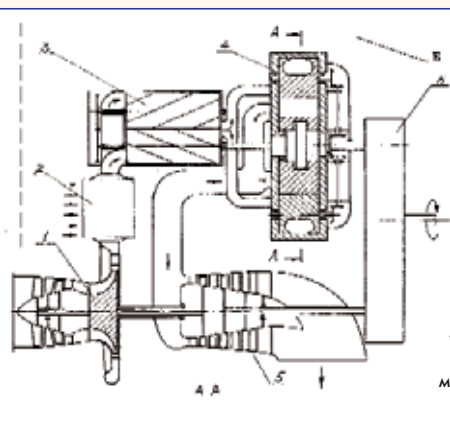

Рис. 10. ГТУ $V = const$:
Большой эффект может дать применение пульсирующего рабочего процесса ($V = const$) и в приводных ГТД. Однако его до сих пор не удалось реализовать из-за пониженного к.п.д. турбины, работающей в пульсирующем потоке газа. Эту проблему можно решить применением в ГТД роторно-поршневой расширительной машины в качестве турбины высокого давления (рис. 10). Принцип совместной, согласованной работы камеры сгорания и роторно-поршневой машины показан на рис. 11. Ее преимущества:
- повышение удельной мощности $N_{уд}$ почти в 3 раза (более 1000 кВт/(кг·с) в основном за счет стехиометричности позволяет уменьшить примерно в 5 раз объем и массу компрессора, турбины. Благодаря этому возможно применение в качестве замыкающей ступени, компрессора объемного типа, например - винтового (рис. 10), обеспечивающего получение больших значений π_c для малогабаритных ГТД.